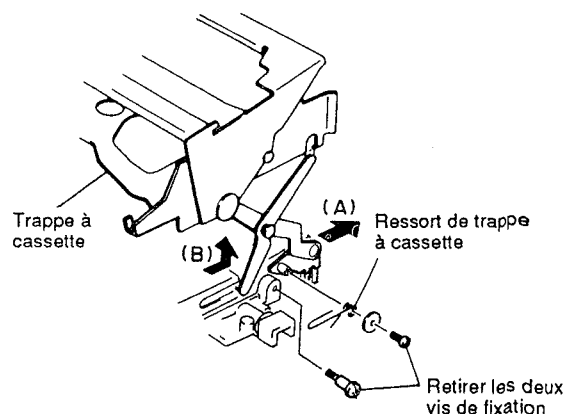

Fig. 3-3
- 4) Retirer les deux (2) vis de fixation qui immobilisent la trappe à cassette et le ressort de trappe à cassette. (Se reporter à la figure 3-3)
- 6) Déplacer le bras de commande avant de la trappe à cassette en agissant dans la direction indiquée par la flèche (A). (Se reporter aux figures 3-3 et 3-4)
- 7) Déplacer le bras de commande arrière de la trappe à cassette en agissant dans la direction indiquée par la flèche (B). (Se reporter aux figures 3-3 et 3-4)